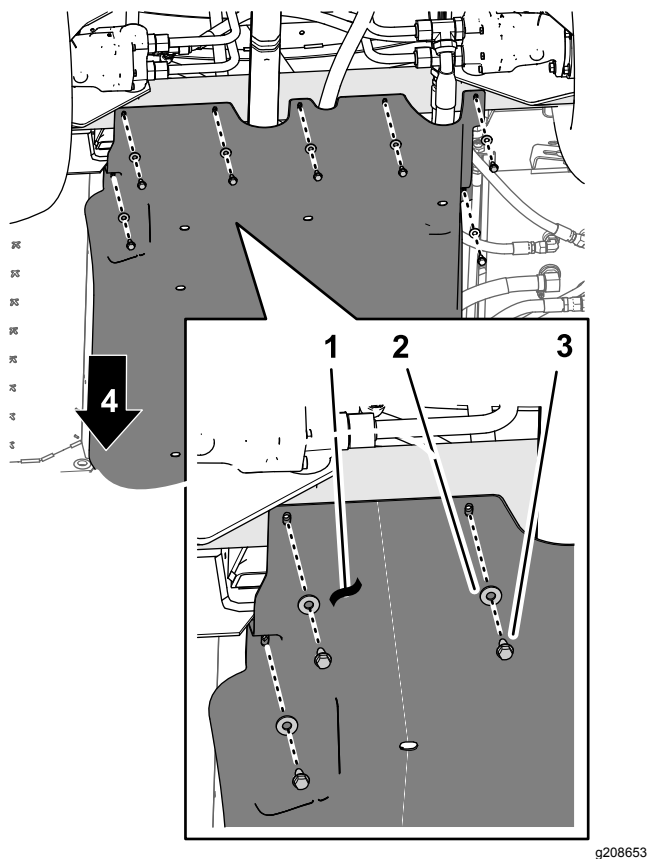

Bild 180
4. Fluchten Sie die Löcher im hinteren Teil der Fahrwerkabdeckung mit den Löchern im Chassis aus (Bild 180).
5. Befestigen Sie den hinteren Teil der Fahrwerkabdeckung mit den sieben Bundkopfschrauben (5/16" x 7/8") und sieben Scheiben (5/16"), die Sie in Schritt 1 in 12 Entfernen der optionalen Fahrwerkabdeckung (Seite 26) entfernt haben, am Chassis (Bild 180).